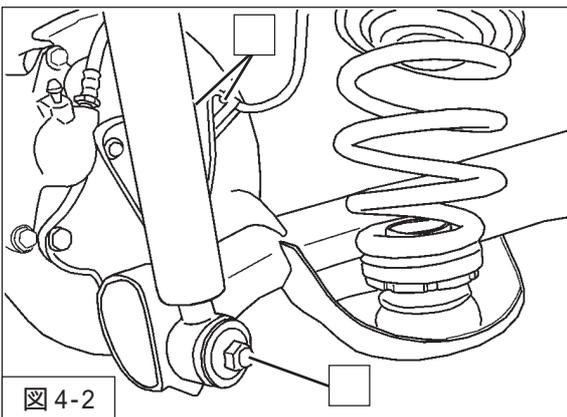

図 4-2
4. アクスルビームをジャッキで下から支えながら、リアダンパーASSY(同梱品)ゴムシート(純正部品)リアスプリング(同梱品)ライドハイトアジャスターASSY(同梱品)を車両に取付けてください。(図4-2)
5. ダンパーロア取付ナット(締付トルク:115N・m)ABSセンサーステーボルト(締付トルク:5N・m)・コネクタを取付けてください。(図4-2)